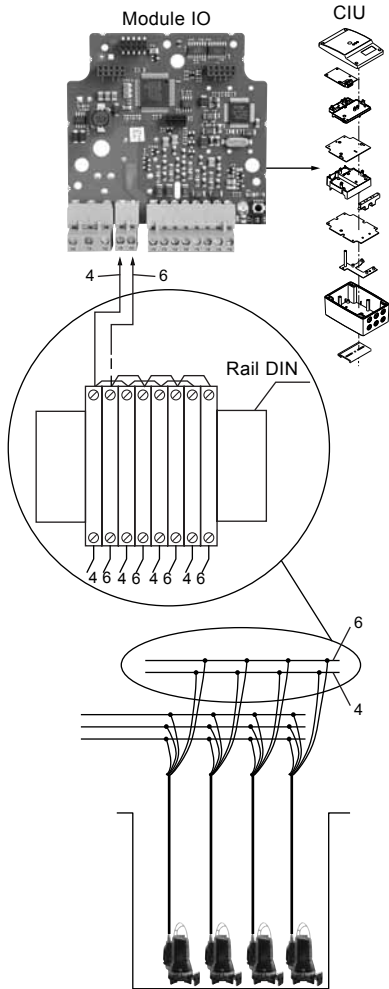

Fig. 7 Connexion sur courants porteurs
Les bornes 1 et 2 sont utilisées pour établir la communication avec chaque pompe. Si plus d'une pompe sont installées dans le système, les conducteurs doivent être connectés comme indiqué à la fig. 7.
Il faut effectuer une connexion en parallèle dans la partie supérieure du bornier. Puis connecter le conducteur 4 à la borne (pos. 1) et le conducteur 6 à la borne (pos. 2). Voir fig. 7.